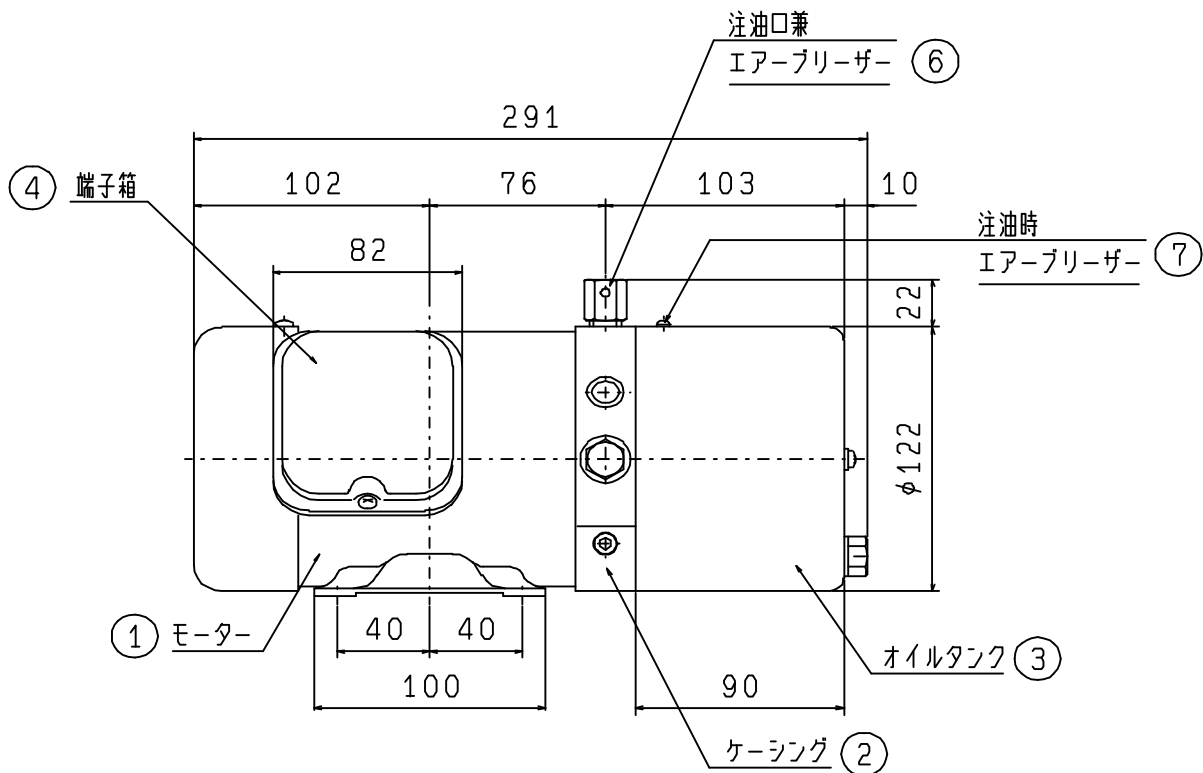

図3 左側面図
- (1) タンク内に作動油は入っていません。使用の前に注油口兼エアブリーザーと注油時エアブリーザー(図3参照)を取り外し注油口より注油して下さい。
- (1) モーターの逆転により吐出ポートを切り換えるため、急激な正・逆転の繰り返しは避けて下さい。回転方向の切り換えは、0.5秒以上の休止時間を設けて下さい。
- (2) 電源には必ずブレーカーを組込んで下さい。モーターの焼損の恐れがあります。
- (3) 電源コードの上に重いものを絶対に乗せないで下さい。火災や感電の原因になります。
- (4) 静電防止及び感電防止のために、端子箱または、モーターベースにあるアース端子にアース線を接続して下さい。
- (5) リリーフ弁は定格圧力以上に設定できるようになっていますが、モーター及びポンプの寿命、油温上昇の上から定格圧力内で使用して下さい。
- (6) 使用条件により、かなり油温が上昇することがあります。特にリリーフ弁の長時間作動や流量制御は発熱の原因となります。できるだけ60℃以下の油温でご使用下さい。この油温を越える時は、運転条件を楽にするか補助タンクを別に取り付けるようにして下さい。
- (7) 図3に示すケーシングには数ヶ所、六角穴付きプラグ（詰栓）がありますが、運転中又は、停止時においても絶対にゆるめないで下さい。本機の機能を損なうことがあります。
- (1) 長時間使用や油漏れなどのため、作動油の最低油面のLレベル以下になった時は、作動不良の原因となりますので新油を補給して下さい。
- (2) 実使用时间約1000 hr 毎に、油の劣化による特性や寿命の低下防止のために全部の油を新油と交換して下さい。油を抜く時はドレンプラグ（図3参照）をスパナで取り外して行なって下さい。